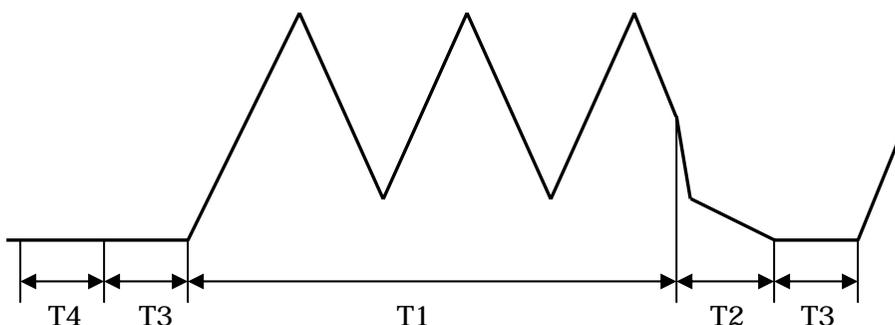

图 2-4 A/D 转换时间划分图
**归零时间 T2**：归零时间是 A/D 转换过程中在被测信号结束后 A/D 转换器回零的一段时间，如图 2-4 所示，约 2-3ms。